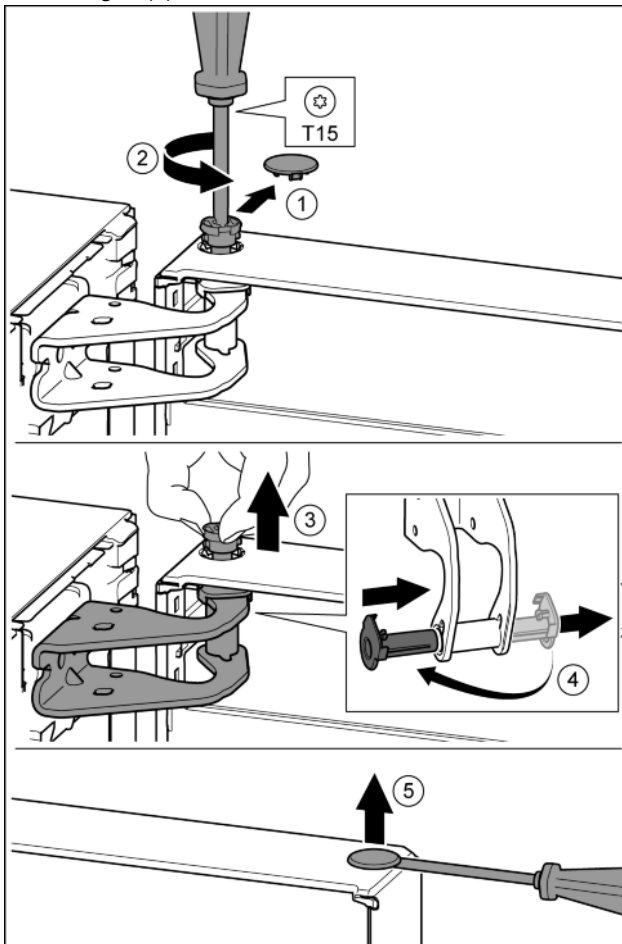

Fig. 8
- Óvatosan húzza le a biztonsági fedelet. Fig. 8 (1)
- A csapot a T15 csavarhúzóval kicsit tekerje ki. Fig. 8 (2)
- Tartsa meg az ajtót, és a csapszeget az ujjaival húzza ki. Fig. 8 (3)
- Húzza ki a csapágyperselyt a vezetősinből. A másik oldalra helyezze és pattintsa be. Fig. 8 (4)
- A dugót egy hornyoltfejú csavarhúzóval óvatosan emelje ki az ajtó csapágyperselyből, és húzza ki. Fig. 8 (5)